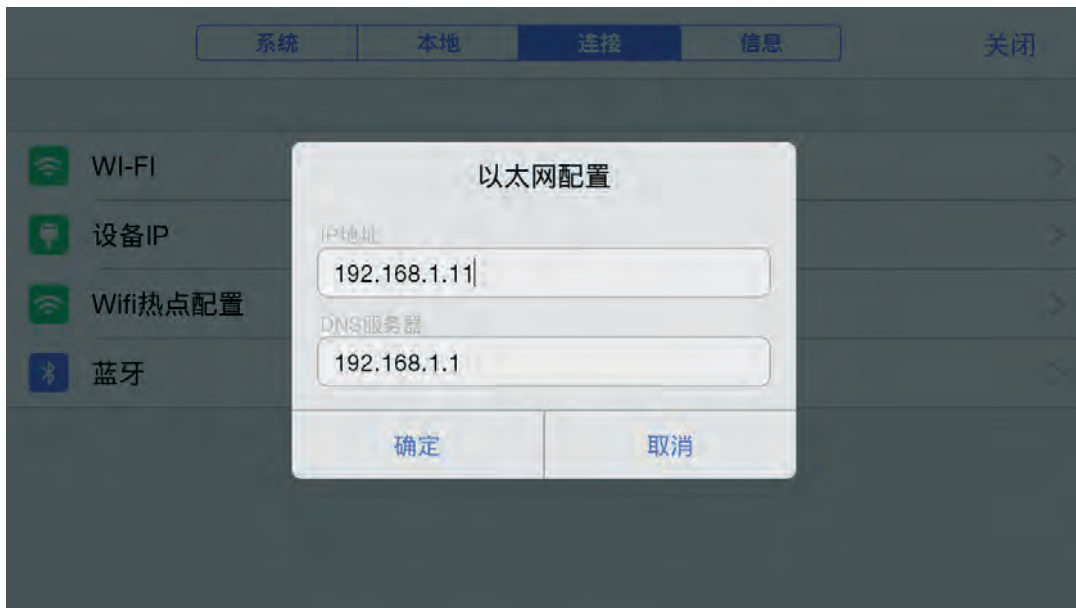

图 3-35
2. 进入设备端“设置”-“连接”-“设备 IP”设置界面，设定设备端 IP（请确保设备端 IP 与电脑端 IP 在同一网段内）如下图 3-35 所示：